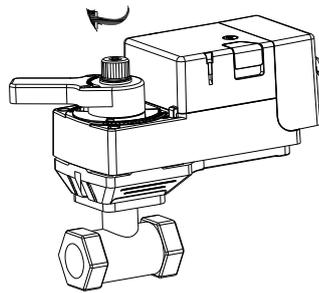

图 6
- (4) 如图 6, 旋上螺帽, 手动拧紧即可, 即完成球阀执行器与阀体的连接。